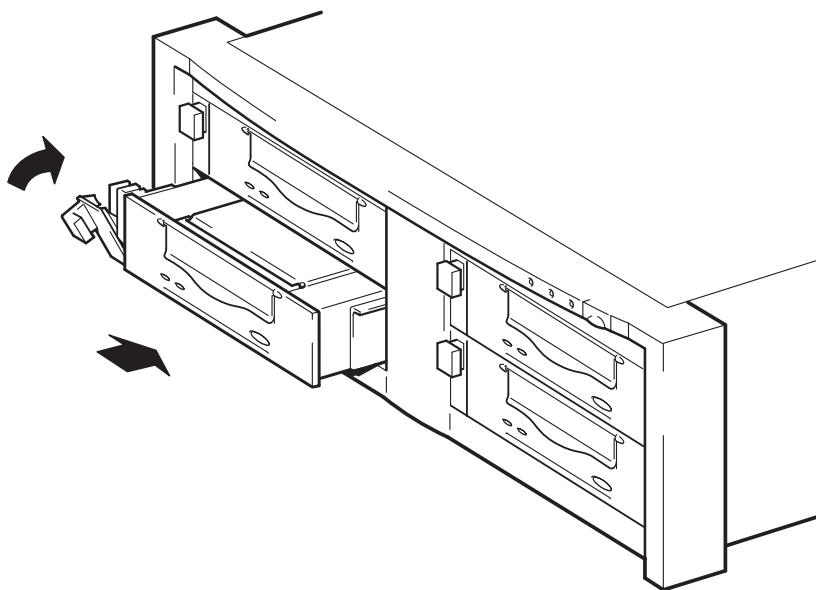

图 4b: 安装磁带机
- 2** 将磁带机滑入空闲的托架（见图 4b），确保磁带机两面的导轨都嵌入分隔墙的插槽中。请确保磁带机已经完全推入，以保证后部接口牢固地固定到位。抽出器拉杆会轻轻关闭。